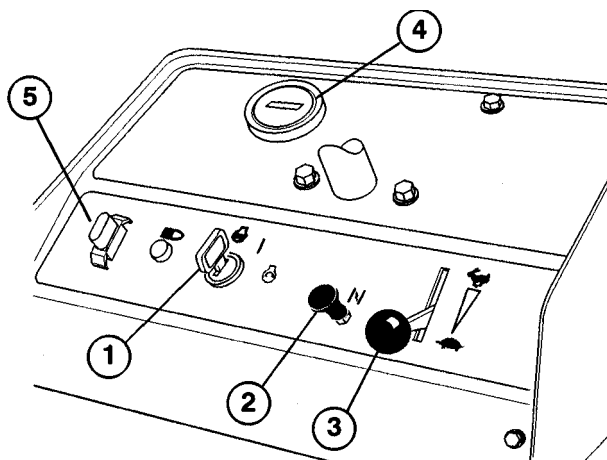

Bild 6
**Zündschloß** (Bild 6)—Das Zündschloß, mit dem der Motor angelassen und abgestellt wird, hat drei Stellungen: AUS, LAUF und START. Den Schlüssel im Uhrzeigersinn drehen—START-Stellung—um den Anlasser einzuschalten. Den Schlüssel loslassen, sobald der Motor angesprungen ist. Der Schlüssel geht automatisch in die LAUF-Stellung zurück. Um den Motor abzustellen, den Schlüssel im Gegenuhrzeigersinn auf AUS drehen.
**Chokeknopf** (Bild 6)—Um den Motor kalt zu starten, die Vergaserdrossel durch Herausziehen des Chokeknopfes in die EIN-Stellung schließen. Nachdem der Motor angesprungen ist, den Choke so regeln, daß der Motor ruhig läuft. So bald wie möglich ist die Drossel wieder durch Eindrücken des Chokeknopfes in die AUS-Stellung zu öffnen. Ein schon warmgelaufener Motor erfordert nur wenig oder überhaupt keinen Choke.
**Gashebel** (Bild 6)—Der Hebel verbindet mit dem und betätigt das Gasgestänge am Vergaser. Der Gashebel hat zwei Stellungen: SLOW [LANGSAM] und FAST [SCHNELL]. Die Motordrehzahl läßt sich stufenlos zwischen beiden Stellungen regeln.
**Betriebsstundenzähler** (Bild 6)—Dieses Instrument zeigt die gesamten Betriebsstunden, die von der Maschine absolviert wurden. Der Betriebsstundenzähler wird aktiviert, sobald die Zündung eingeschaltet wird.